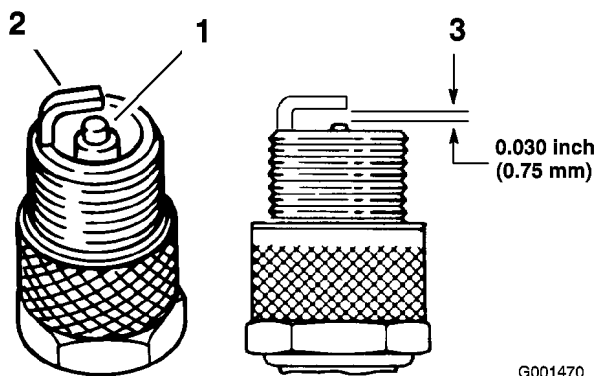

Bild 36
- Prüfen Sie den Zustand der Seitenelektrode, der zentralen Elektrode und der Isolierung um die zentrale Elektrode, um sicherzustellen, dass nirgendwo Defekte aufgetreten sind (Bild 36).
- Stellen Sie den Abstand zwischen der Mittel- und der Masseelektrode auf 0,762 mm ein (Bild 36). Schrauben Sie eine Zündkerze mit korrektem Elektrodenabstand in den Zylinderkopf ein und ziehen sie auf 20 Nm fest.